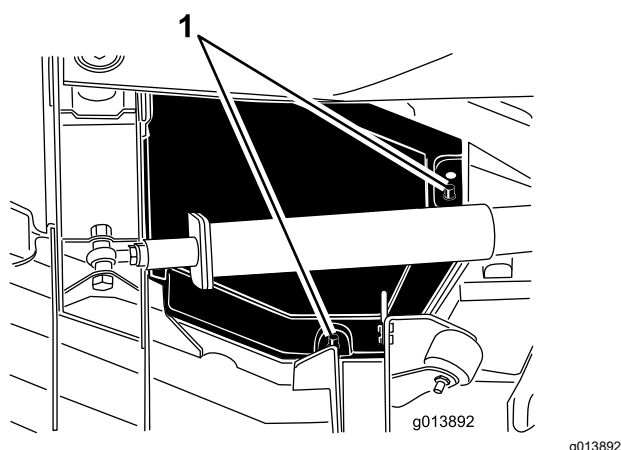

Figure 77
4. Soulevez les bords arrière et intérieur du capot pour le dégager des supports de montage (Figure 77).